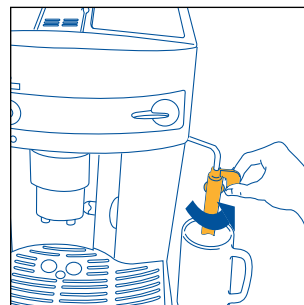
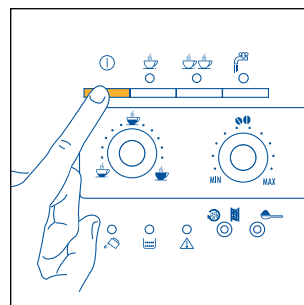
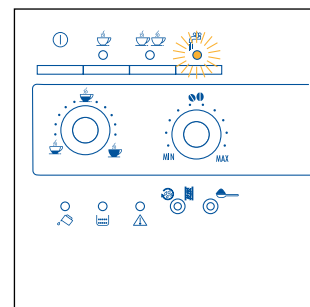

Fig. 3
Fig. 4
Fig.22
2. Verplaats het cappuccinomondstuk naar buiten toe, zet er een kopje onder (fig. 3) en schakel de machine in door te drukken op de knop ① (fig. 4).
- draai het cappuccinomdstuk naar de buitenkant van het apparaat toe (fig. 3).
- Zet een recipiënt onder het cappuccinomdstuk (fig. 3).
- Zet een leeg recipiënt onder het cappuccinomondstuk (fig. 3). Draai de stoomknop een halve toer tegen de wijzers van de klok in (het controlelampje  knippert, fig. 22). Geef gedurende enkele seconden water en stoom af, tot alleen stoom afgegeven wordt.